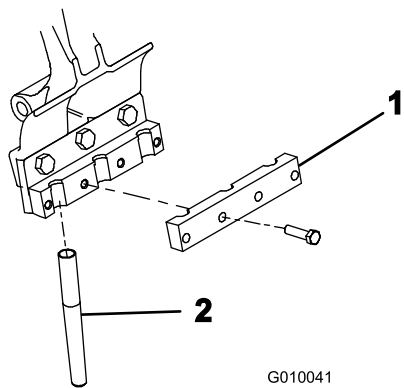

Figura 25
4. Su ogni portafustelle montate l'apposito pezzo di bloccaggio, utilizzando quattro bulloni di 3/8 x 1-1/2 poll. (Figura 25). Non serrate i bulloni.